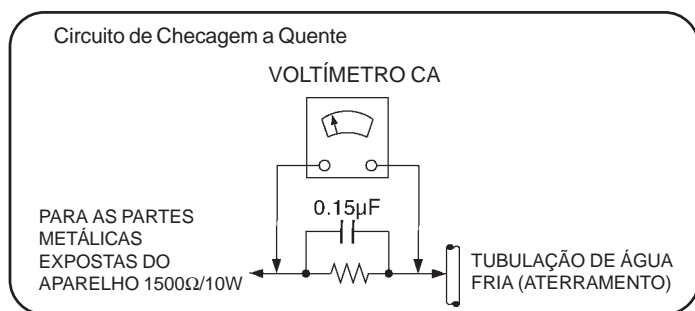

Figura 1
#### 1.1.2. CHECAGEM A QUENTE DA CORRENTE DE FUGA (veja a figura 1)
2. Conecte um resistor de 1,5KW, 10 Watts, em paralelo com um capacitor de  $0,15\mu F$ , entre cada parte metálica exposta no aparelho e um bom aterramento como por exemplo, uma tubulação de água, conforme o mostrado na Figura 1.